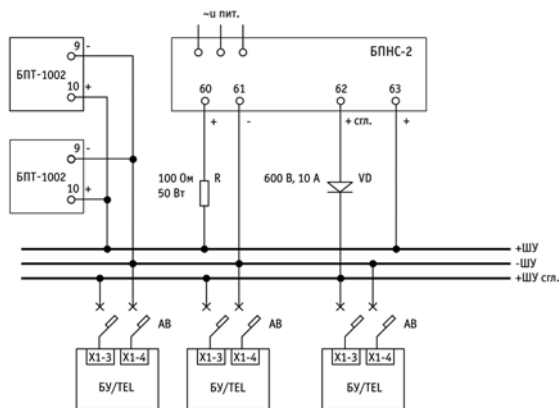
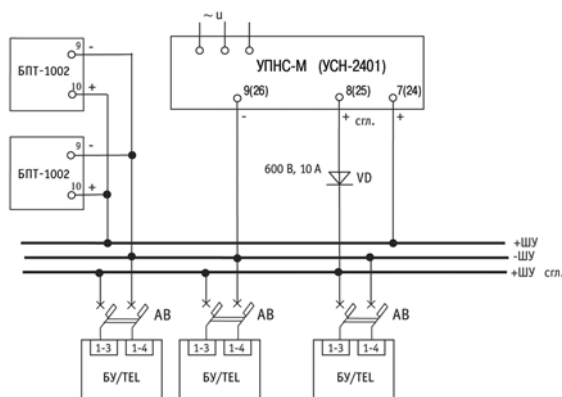
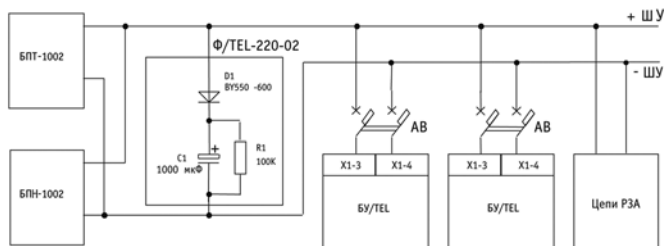

Рис. 15. Схема организации оперативного питания при использовании источников выпрямленного оперативного тока типа БПНС-2 и БПТ-1002
Рис. 16. Схема организации оперативного питания при использовании источников выпрямленного оперативного тока типа УПНС-М (УСН-2401) и БПТ-1002
Рис. 17. Схема организации оперативного питания при использовании источников выпрямленного оперативного тока типа БПН-1002 и БПТ-1002
2.3.1.1. В схеме с БПНС-2 питание на блоки управления рекомендуется подавать поочередно не более чем на пять БУ/TEL одновременно. В противном случае всплеск тока при подключении может привести к перегоранию предохранителя БПНС-2. Резистор R (см. рис. 15) допускается не устанавливать, если БПНС-2 применяют без других источников выпрямленного тока.
2.3.1.2. При организации оперативного питания с помощью устройств БПНС-2 и БПТ-1002, а также УПНС-М и БПТ-1002 питание БУ/TEL необходимо осуществлять от выхода встроенного сглаживающего фильтра. Схемы организации оперативного питания в этих случаях приведены на рис. 15 и рис. 16.
2.3.1.4. Схема организации оперативного питания при использовании устройства УСН-2401 аналогична. На рис. 16 в скобках указаны номера зажимов блока УСН-2401.
Фильтры поставляются отдельно предприятием "Таврида Электрик". Схема организации оперативного питания для этого случая приведена на рис. 17.
В схеме управления на выпрямленном оперативном токе питания БУ/TEL должно осуществляться в соответствии со схемами, приведенными в п. 2.3.1. Организация оперативного питания БУ/TEL в схемах на выпрямленном токе (см. рис. 15 - рис. 17).